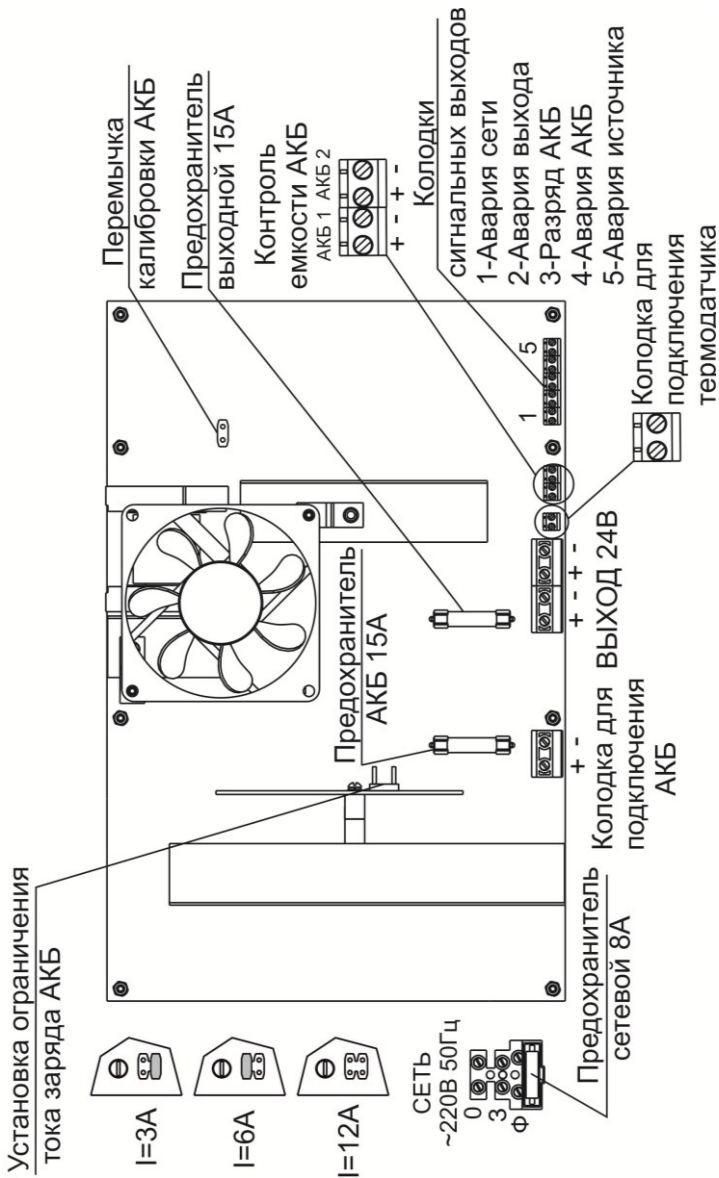
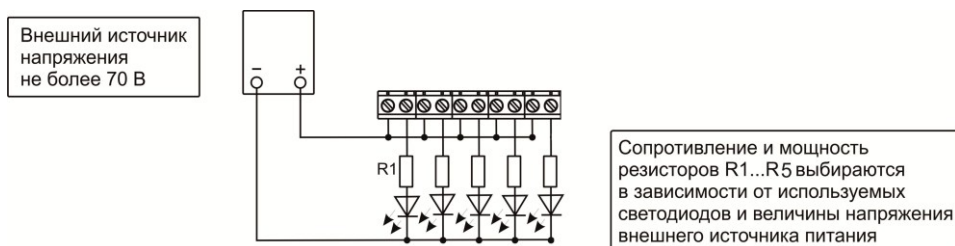

Рисунок 2 - Схема подключения
Рисунок 4 - Подключение внешних устройств автоматики и внешних цепей индикации к контактам релейных выходов. Часть 2.
- ставить в колодки предохранителей перемычки и плавкие вставки номиналов, превышающих указанные в разделах «КОМПЛЕКТ ПОСТАВКИ» и «СХЕМА ПОДКЛЮЧЕНИЯ ИСТОЧНИКА (см. приложение рисунок 2)»;
Подключение источника производится при отключенном сетевом напряжении и открытой крышке (см. приложение рисунок 2) в следующей последовательности:
- при необходимости, подключить термодатчик (входит в комплект поставки) к контактам колодки для подключения термодатчика (см. приложение рисунок 2); Чувствительный элемент термодатчика закрепите на корпусе АКБ (см. приложение рисунок 4) с помощью липкой ленты. Для корректной работы термодатчика необходимо обеспечить плотное прилегание чувствительного элемента к поверхности корпуса батареи;
- Проверить правильность произведенного монтажа в соответствии со схемой подключения (см. приложение рисунок 2,2,3,4).
- Подключить аккумуляторные батареи к клеммам «АКБ» с учетом полярности (красный провод – к клемме «+АКБ») (см. приложение рисунок 2, 4).
- Надеть джампер на перемычку калибровки АКБ (см. приложение рисунок 2). Источник произведет калибровку по подключенной АКБ;